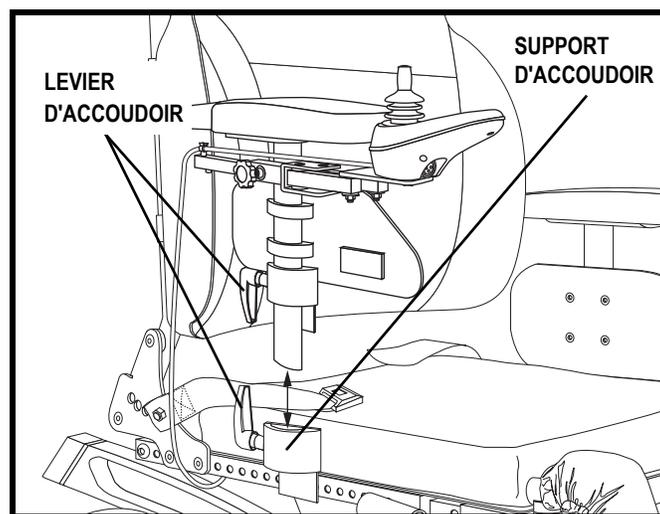

Figure 17. Installation d'un accoudoir
1. Desserrez le levier d'accoudoir en poussant le levier vers l'intérieur et en le pivotant simultanément. **Voir la figure 17.**
1. Placez l'accoudoir dans le support d'accoudoir. **Voir la figure 17.**
1. Desserrez le levier de blocage. **Voir la figure 17.**
2. Retirez l'accoudoir. **Voir la figure 17.**